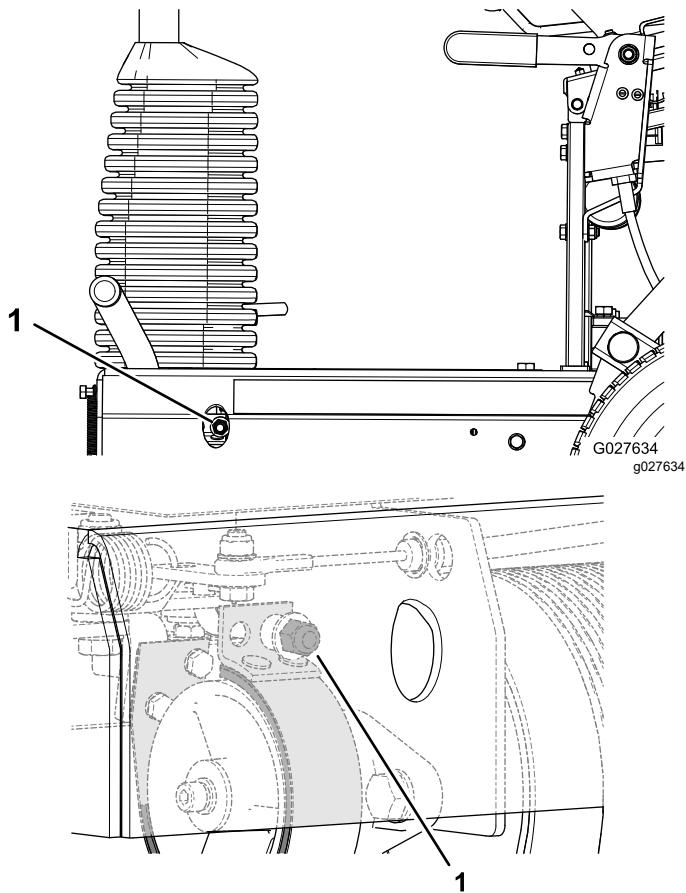

Figura 35
- Para aumentar a força do travão, rode a porca do travão no sentido dos ponteiros do relógio (Figura 35).
- Para diminuir a força do travão, rode a porca do travão no sentido contrário ao dos ponteiros do relógio (Figura 35).